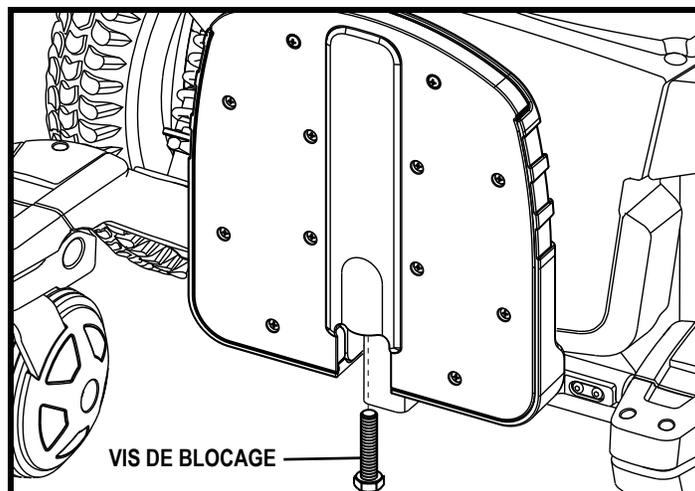

Figure 23. Dessous du plateau de repose-pieds
1. Relevez le repose-pieds pour trouver l'emplacement de la vis de réglage. **Voir la figure 23.**